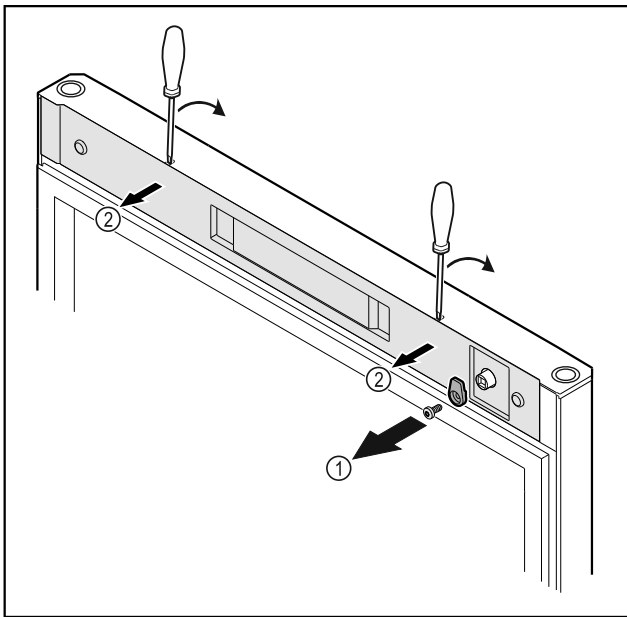

Fig. 12 *
- Svitare i ganci di chiusura Fig. 12 (1)*
- Disinnestare la copertura Fig. 12 (1) con l'ausilio di un piccolo cacciavite e rimuoverla.*